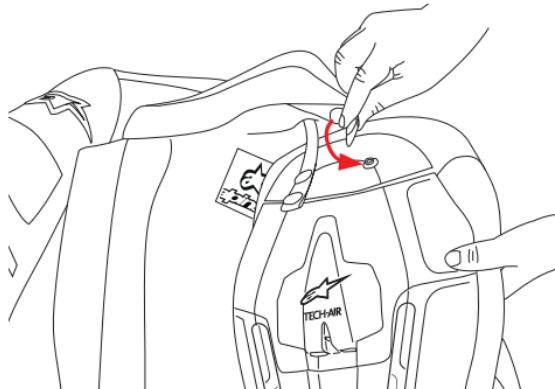

Abbildung 6
1. Bringen Sie die Airbag -Weste an den kleineren zentralen Hinterhaken an (1).
2. Verbinden Sie die zwei Verbinder mit dem Hinterprotektor der Airbag -Weste. (2). Im ersten Fall montieren Sie den Protektor an den oberen Knöpfen (Abb. 6).
- Installieren Sie die Airbag Weste an den zwei unteren Knöpfen (Schritt 2 Installation der Airbag Weste – Siehe Abbildung 6)